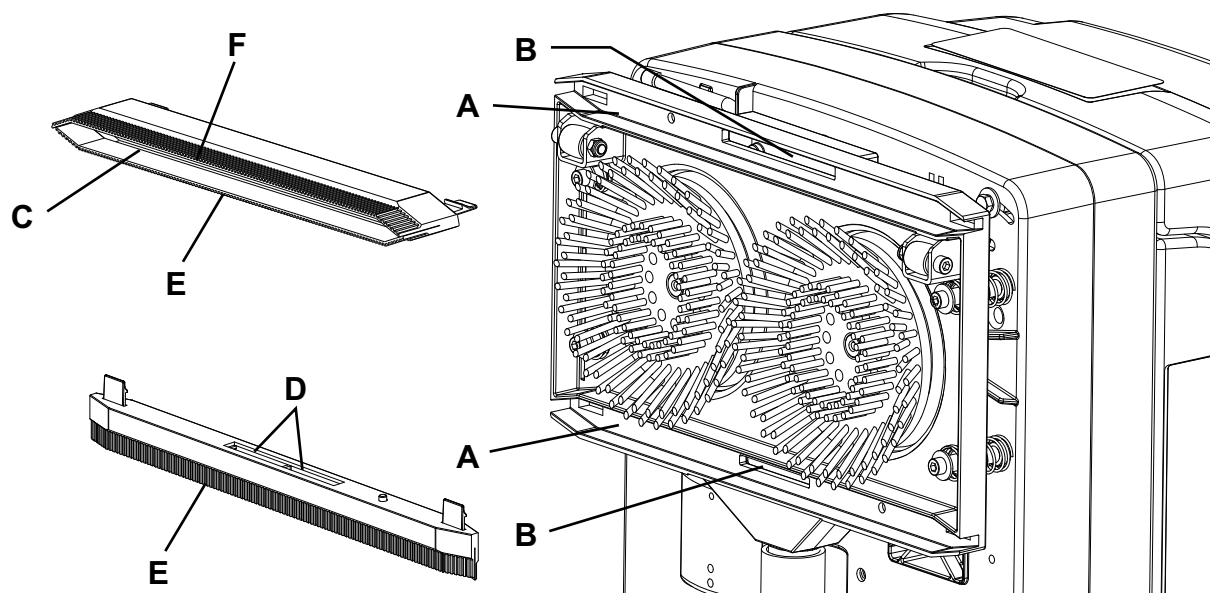

Figure 4
2. Vérifier que le câble d'alimentation (10) est débranché du réseau électrique.
3. Pour avoir accès à la tête porte-brosses / embouchures, soulever la machine au moyen du guidon (2).
4. Retirer les embouchures de la tête en appuyant sur les pinces d'accrochage (27).
5. Contrôler et nettoyer la tête porte-brosses / embouchures (9) et nettoyer en particulier les compartiments de convoyage (A, Fig. 4) et l'orifice d'aspiration (B) de la saleté et des déchets.
6. Laver et nettoyer l'embouchure. Nettoyer en particulier les compartiments de convoyage (C) et l'orifice d'aspiration (D) de la saleté et des déchets.
7. Contrôler que la lamelle en caoutchouc (E) et la lamelle en caoutchouc (F) sont intactes et qu'elles ne présentent pas de coupures ou déchirures; dans le cas contraire, remplacer l'embouchure.